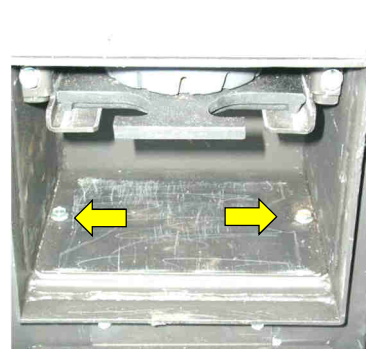

Abb. 38: Bodenblech Gebläse entfernen
- Den Heizgassammelkanal reinigen. Hierzu unterhalb der Aschelade die 2 Schrauben des Bodenbleches lösen (Abb. 38). Bodenblech mit Dichtung herausnehmen, und Heizgassammelkanal gründlich aussaugen (Abb. 39).
- Bodenblech über dem Gebläse entfernen, dabei 2 Schrauben lösen (Abb. 38).